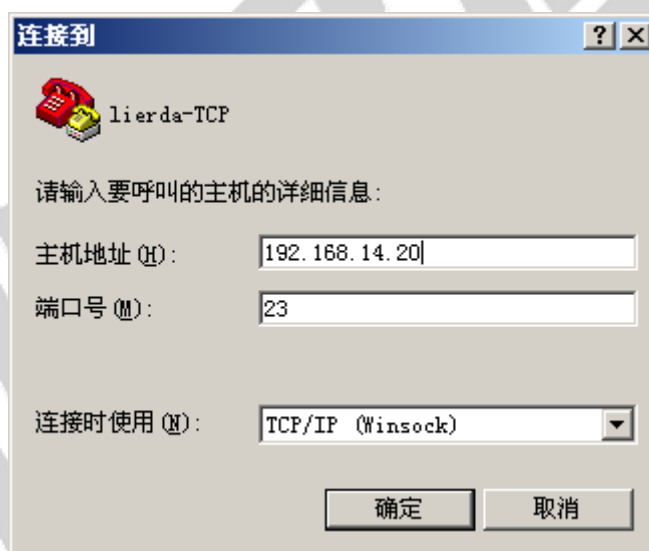

图 7.3 TCP 连接终端 1
②在弹出地对话框中，连接时使用下拉菜单中选中 TCP/IP(Winsock)，在主机地址中写入 192. 168. 14. 20，端口写 23，点确定，如图 7.3 所示：